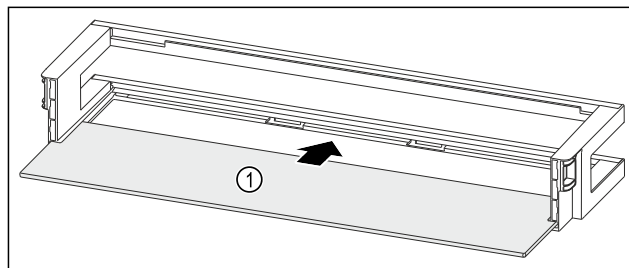

Fig. 90 Türabsteller mit Abstellfläche
- Abstellfläche Fig. 90 (1) in die seitlichen Einsparungen einschieben.